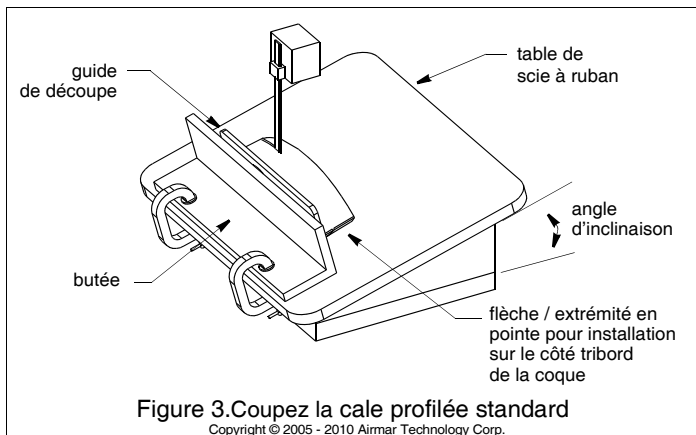

Figure 3. Coupez la cale profilée standard
- Inclinez la table de la scie à ruban selon l'angle mesuré et verrouillez la butée de coupe (voir Figure 3).
- Ajustez la position de la butée de coupe de sorte que la cale profilée soit coupée en deux moitiés approximativement égales (voir Figure 3). La section qui a servi de cale profilée doit avoir une épaisseur de 6 à 12 mm (1/4 à 1/2") sur son côté le plus fin (voir Figure 2).